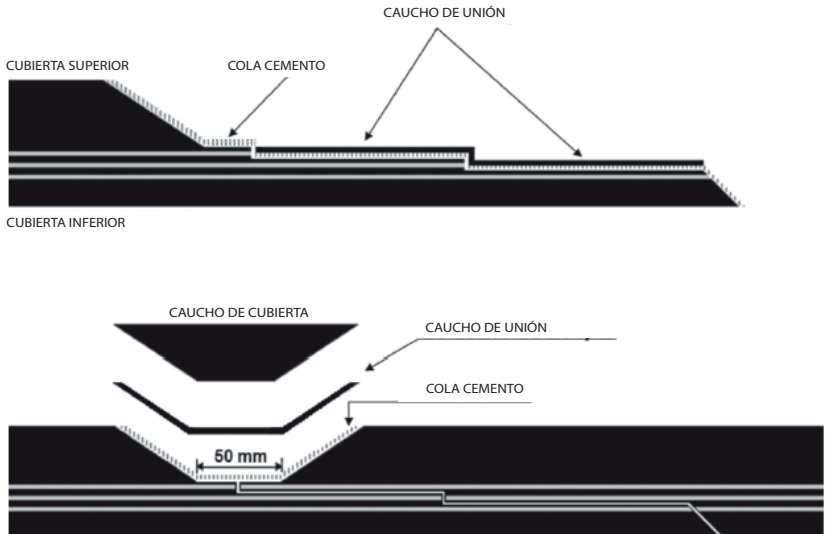

Figura 69: Aplicación del adhesivo cemento y caucho de unión
2. Aplicar una capa de Caucho de Unión sobre la superficie de los pasos - con excepción del Paso de Acabado, en el cual será aplicada posteriormente (ver figura 69).
8. Aplicar el caucho de unión sobre las telas del Paso de Acabado (ver figura 69).
10. Aplicar el caucho de cubierta, en la zona de acabado, para completar el espacio y formar la "tira de acabado" (ver figura 69).